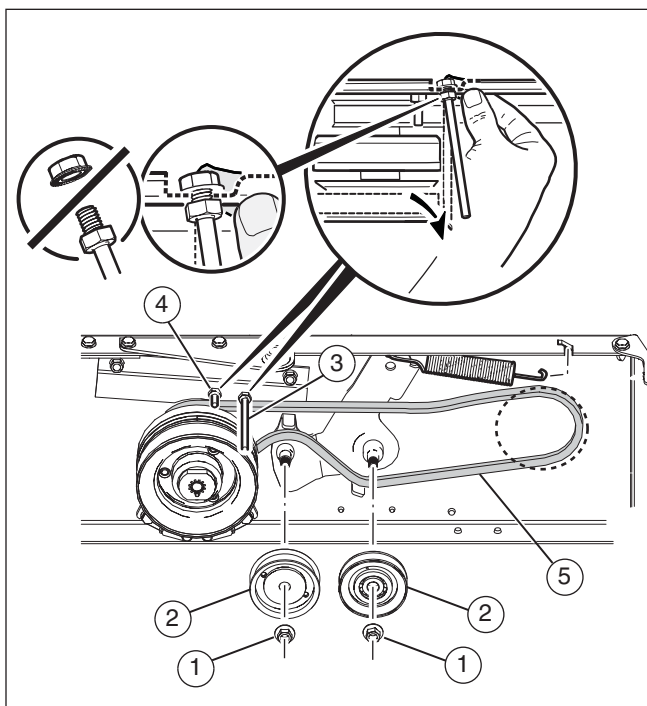

Figura 33
3. Remova as duas porcas (1) e as polias de tensão (2) (consulte a **Figura 33**).
4. Desaperte as guias da correia (3) e (4) da polia de empilhamento.
5. Remova a correia de transmissão de movimento (5) da polia de transmissão e da polia de empilhamento.